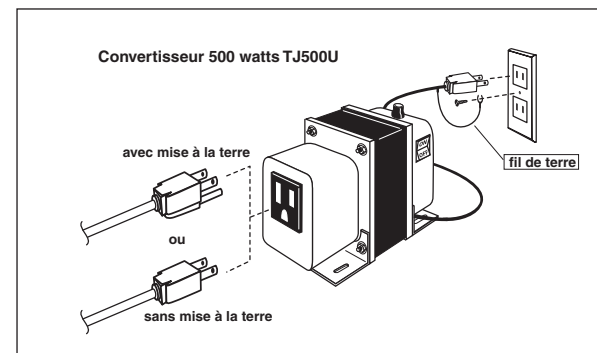

Figure 1
4. Branchez l'appareil 120 V c.a. dans la prise. Voir la figure 1. Assurez-vous que la fiche de l'appareil est bien insérée dans la prise.